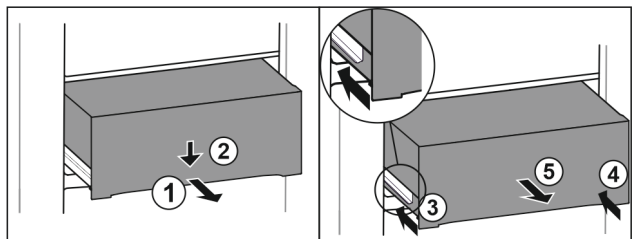

Fig. 131
- ▶ Zásuvku napůl vytáhněte. Fig. 131 (1)
- ▶ Stlačte zásuvku na přední straně dolů. Fig. 131 (2)
- ▶ Zasuňte levou kolejničku přibližně do 2 cm. Fig. 131 (3)
- ▶ Zasuňte pravou kolejničku přibližně do 2 cm. Fig. 131 (4)
- ▶ Vyjměte zásuvku dopředu. Fig. 131 (5)